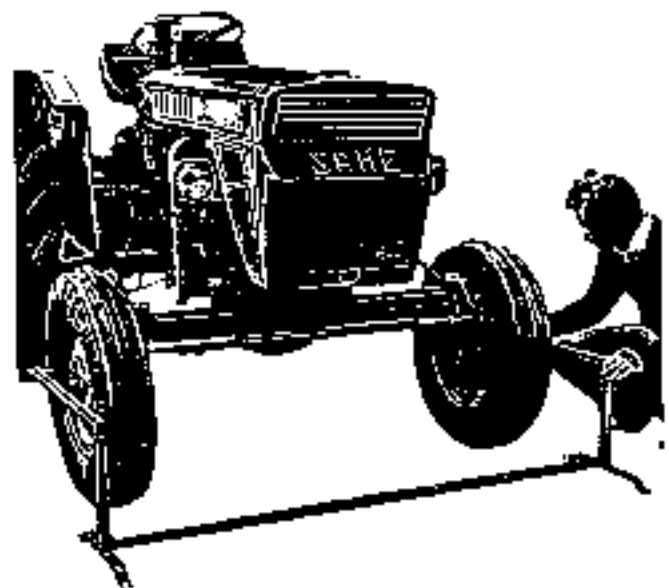

Fig. 128 - Controllo della convergenza mediante compasso
- Controllare la convergenza, mediante apposito compasso Fig. 128 misurando la differenza tra due punti diametralmente opposti del cerchio sul piano orizzontale; qualora si dovessero riscontrare dei valori errati, manovrare il tenditore posto sul tirante registrabile di accoppiamento delle leve sterzo, fino a riportare la convergenza ai valori indicati in tabella.